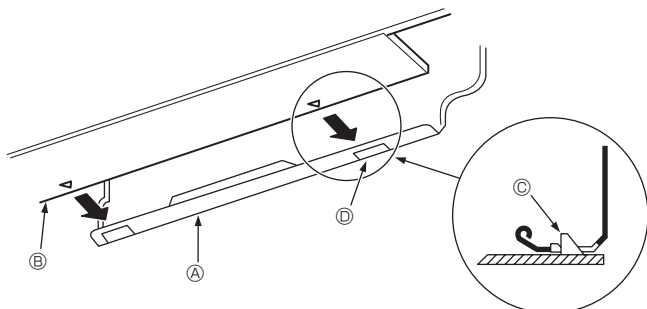

Fig. 3-10
- Al introducir las tuberías de refrigerante y la manguera de drenaje en el orificio de penetración en la pared (manguito de penetración), cuelgue la parte superior de la unidad interior en la placa de montaje ①.
- Fije la unidad en la placa de montaje ① empujando la parte inferior de la unidad. (Fig. 3-10)
* Asegúrese de que los tiradores de la parte inferior de la unidad interior estén bien enganchados en la placa de montaje ①.
- A Placa de montaje ①